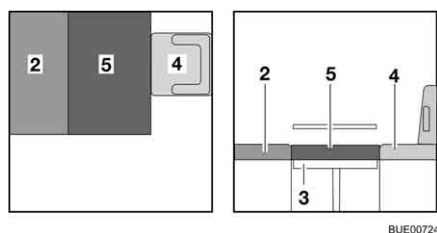

Fig. 92 Après la transformation
- Placer le coussin supplémentaire (Fig. 92,5) sur la table.
- Le cas échéant, repousser le siège conducteur (Fig. 92,4).